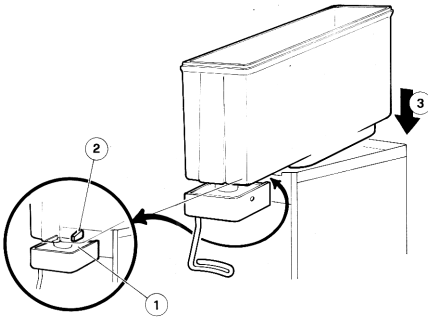

figure 8
CADDY 5/2 - 5/3 - 5/4: s'assurer que le corps du robinet (1) soit au-dessous de la griffe (2) en saillie du plan égouttoir (voir figure 8).